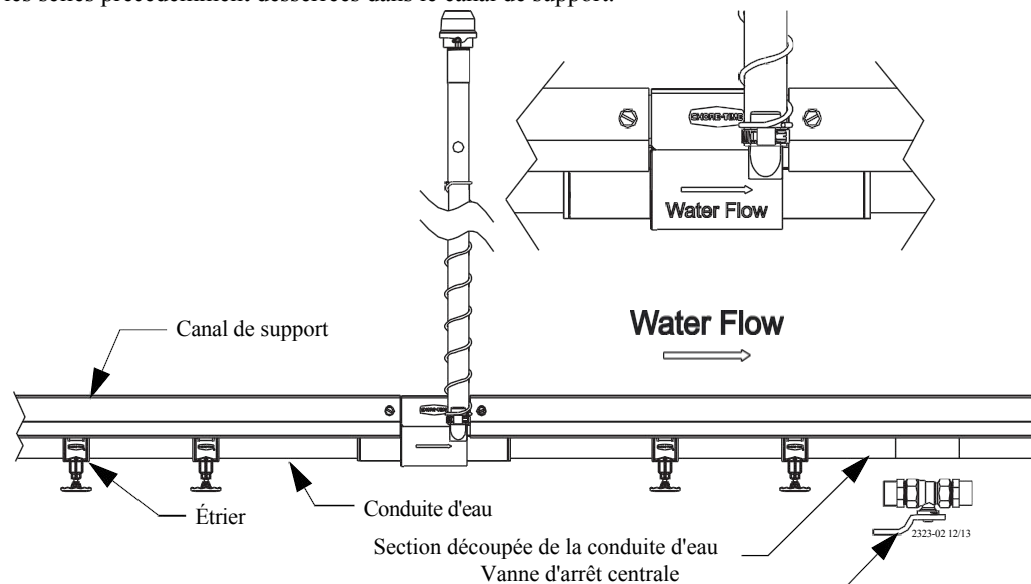

Figure 25. Installation d'une vanne d'arrêt centrale
3. Utilisez un coupe-tube en PVC pour découper une section du tuyau d'eau. Voir la **figure 25**. La vanne d'arrêt peut servir de gabarit pour déterminer la taille requise de la découpe.